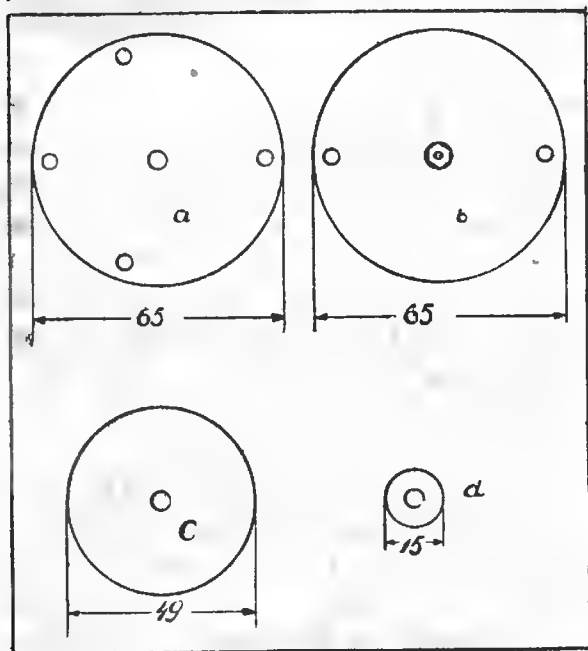

Рис. 4
3. Фильтры контура промежуточной частоты. Каркасы, на которых будут мотаться фильтр и катушки контуров промежуточной частоты, лучше всего было бы сделать из сплошного куска эбонита, с соответственно выточенными пазы. Но так как эта процедура далеко не всегда доступна любителям, мы опишем способ изготовления их из отдельно вырезанных кружков эбонита (рис. 4). Скрепленные при помощи длинного медного болтика, кружки эти образуют каркас, который имеет вид, указанный на рис. 5.
Для фильтра и каждой катушки необходимо (рис. 4) иметь следующее: